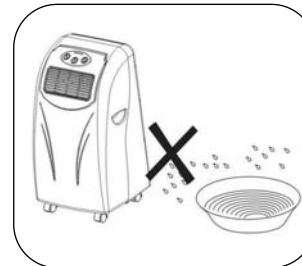

FIG.3
- No la use en ambientes húmedos (FIG 3).